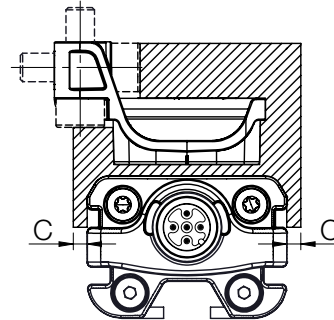

Fig. 5-5: Distanza minima C
- La distanza C fra trasduttore di posizione ed elementi composti da materiale magnetizzabile deve essere di almeno 10 mm (vedere Fig. 5-5).